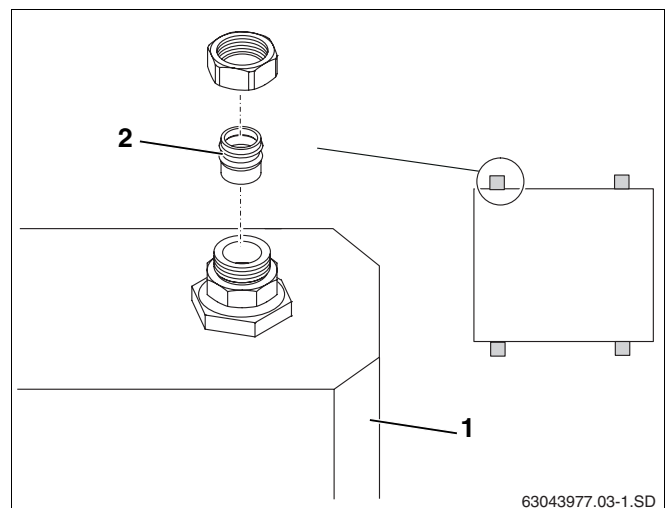

Abb. 4 Klemmringe an Kompletstation ersetzen
Die Kompletstation (Abb. 4, **Pos. 1**) ist mit vier Klemmringverschraubungen für 18 mm Cu-Rohre ausgestattet.
- Vorhandene Klemmringe durch Reduzierung 18 mm x 15 mm (Abb. 4, **Pos. 2**) ersetzen.